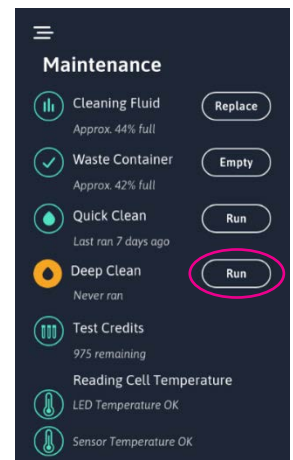

Figura 34
1. Prima o botão “Executar” Limpeza Profunda no submenu de Manutenção para iniciar uma Limpeza Profunda (Figura 34). O analisador verificará se há volume suficiente nos frascos iWASH e iWASTE e solicitará a sua substituição se for insuficiente. Se o volume for suficiente, o analisador irá notificar o utilizador para que insira a Solução de Limpeza.